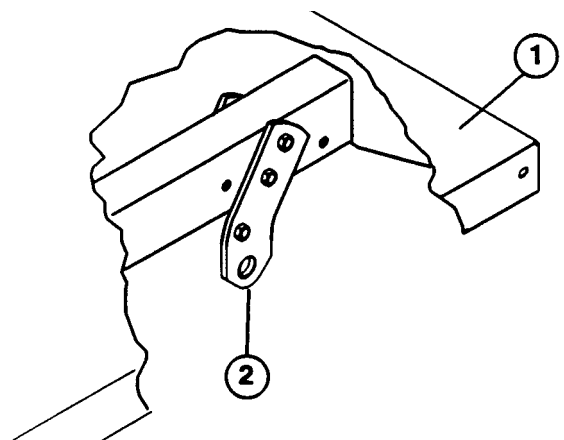

Fig. 5
4. Montare ciascun set di piastre di rotazione posteriori sui profilati destro e sinistro del telaio del pianale con le viti mordenti ed i controdadi tolti in precedenza. Mettere le staffe in posizione sul pianale standard come illustrato; per il pianale a 2/3 consultare la Fig. 5.